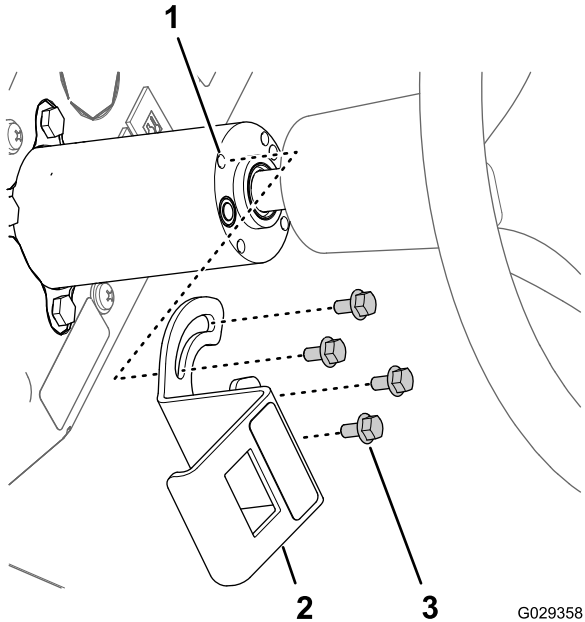

Figura 25
1. Alinee las ranuras en el soporte de montaje del interruptor de CONTROL DE ESPUMA con los 4 insertos roscados en el árbol de la dirección (Figura 25).
3. Alinee el conector de 8 tomas a través de la abertura en el soporte y conéctelo a las clavijas (Figura 25) en la parte posterior del interruptor de parada de 3 posiciones (interruptor de CONTROL DE ESPUMA).